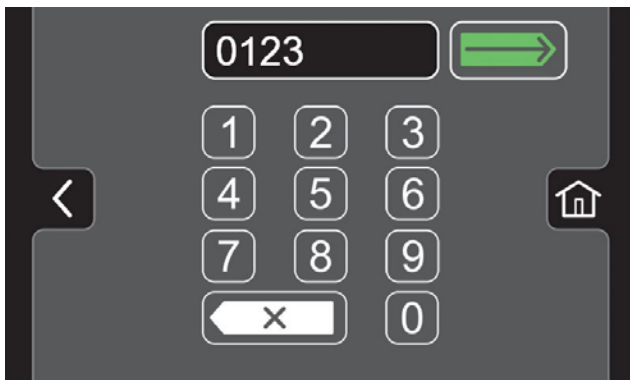

ABB. 160
- Weisen Sie einem neuen Benutzerprofil eine Login-Nummer zu (Abbildung 160). Die neue Login-Nummer kann aus einer beliebigen Zahlenkombination mit 3 bis 8 Ziffern bestehen.